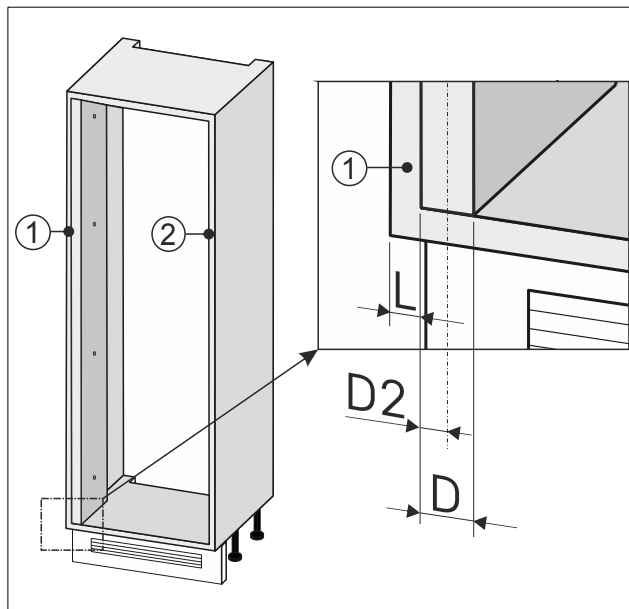

Fig. 89
- Jegyezze fel a falkiegyenlítés szélességének felét Fig. 89 (D2).